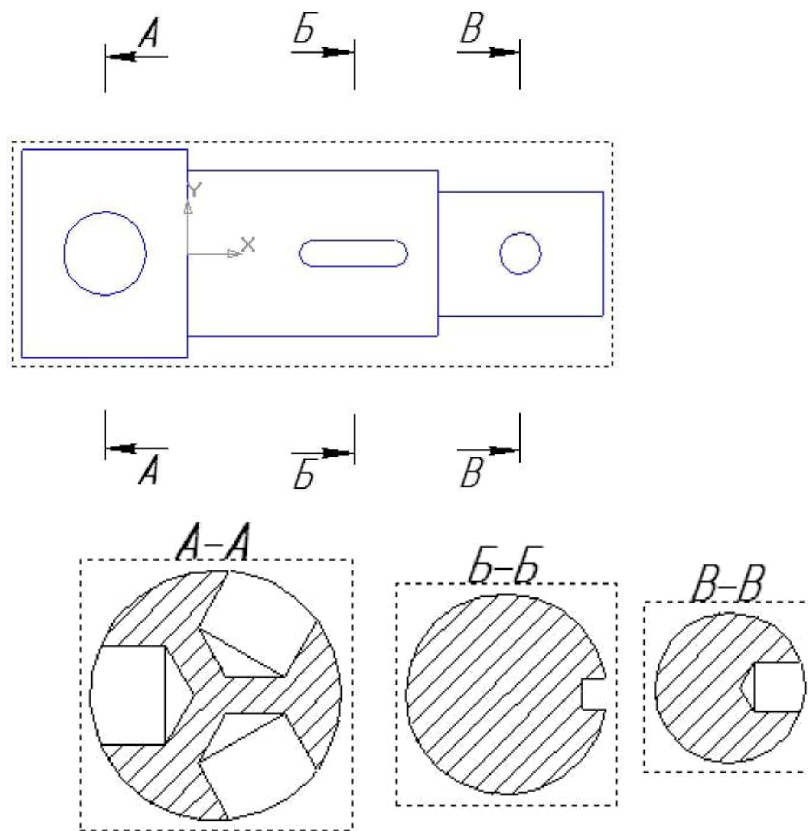

Рис. 6.21
10. Создаем новый чертеж. с использованием команды **Главного меню Вставка - Вид с модели - Произвольный** создаем вид **Спереди**. Назначаем положение секущих плоскостей, используя команду **Линия разреза**, расположенную на панели инструментов **Обозначения** компактной панели инструментов (рис. 6.21).